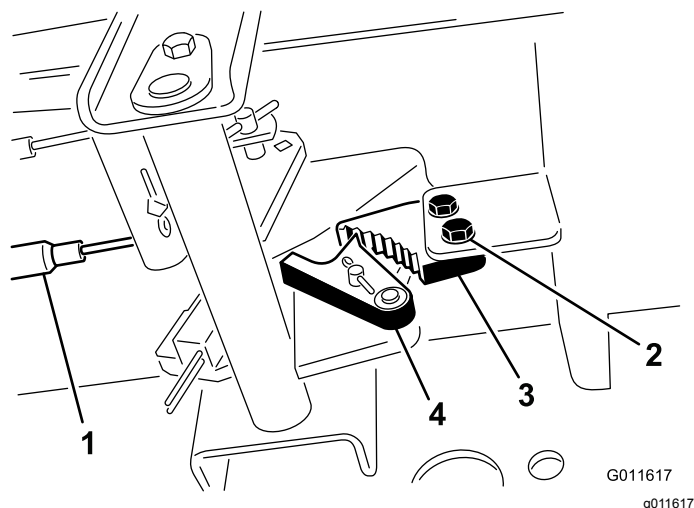

図 86
1. 駐車ブレーキのツメをフレームに固定しているねじ2本をゆるめる 図 86。
2. ブレーキのツメが戻り止めに完全に掛かるまで駐車ブレーキペダルを前に踏み込む 図 86。